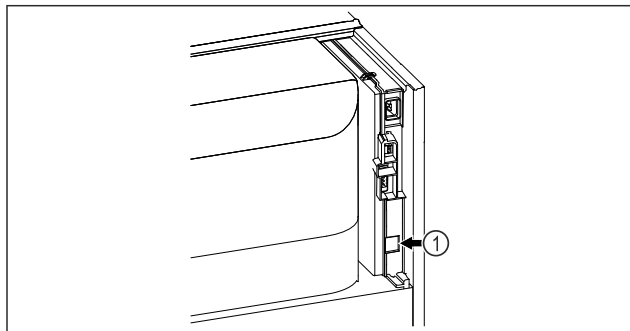

Fig. 60
- ❑ SmartModule Fig. 60 (1) è inserito.